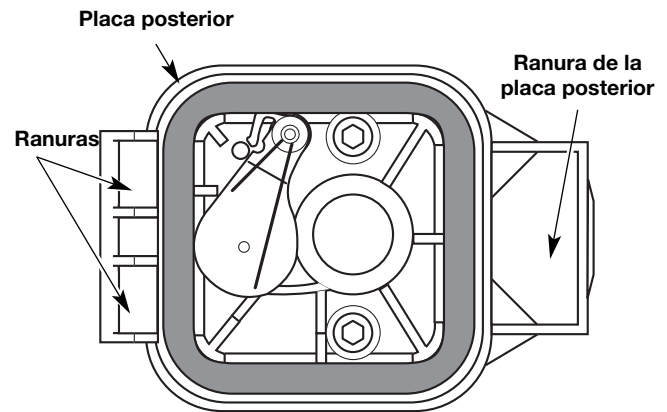

Fig. 31
6. Vuelva a colocar el filtro (Fig. 31).
7. Vuelva a instalar la cubierta del filtro de aire. Coloque los ganchos del lado izquierdo de la cubierta del filtro de aire en las ranuras del lado izquierdo de la placa posterior (Fig. 31).
8. Mueva la cubierta hacia la derecha hasta que la orejeta del filtro de aire calce en su lugar en la ranura de la placa posterior (Fig. 31).